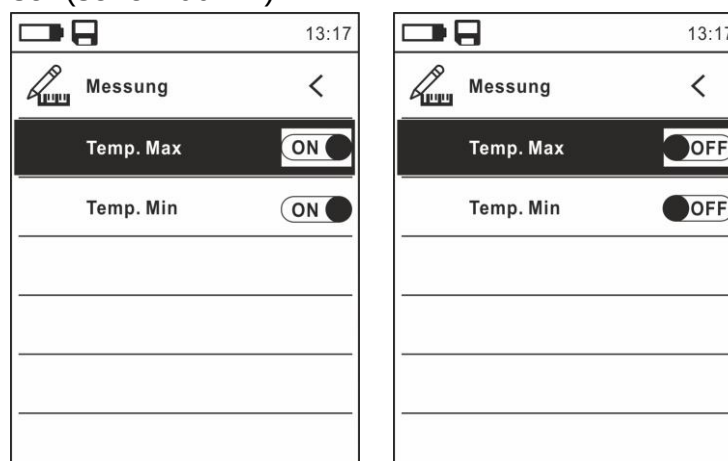

Abb. 11: Menü Messung
9. Wählen Sie den Eintrag "Messung" aus und drücken Sie die Taste  oder  zur Aktivierung/Deaktivierung der mit dem "heißesten" oder "kältesten" Punkt im Wärmebild assoziierten Cursor (siehe Abb. 11).